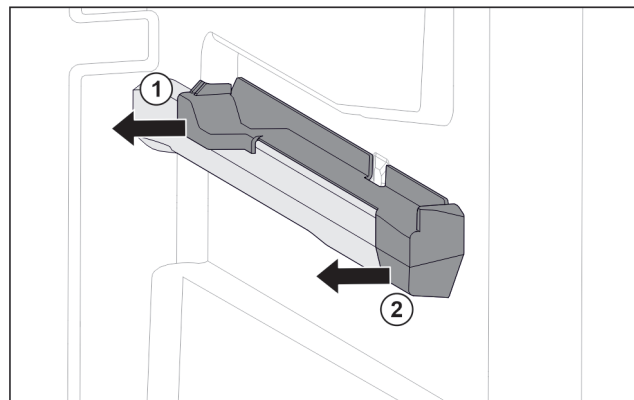

Fig. 219 Elemento inseribile sulla nervatura destra del contenitore
- Estrarre l'elemento inseribile dal lato posteriore di lato. Fig. 219 (1)
- Estrarre l'elemento inseribile dal lato anteriore di lato. Fig. 219 (2)